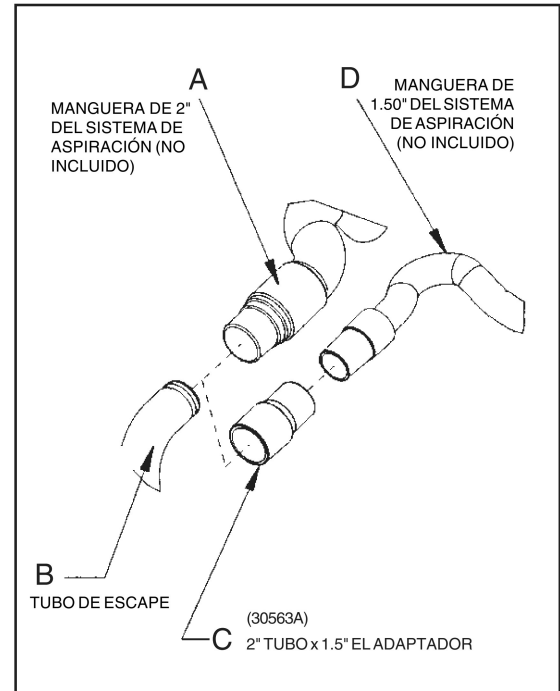

Figura 1
1. Instale el extremo de manguera de 2" (figura 1, A) directamente sobre el tubo de escape (figura 1, B).
1. Instale el adaptador del extremo de manguera de 2" x 1 ½" (Nº de pieza 30563A) (figura 1, C) sobre el tubo de escape (figura 1, B).
2. Inserte el extremo de manguera de 1 ½" (figura 1, D) en el adaptador (figura 1, C).